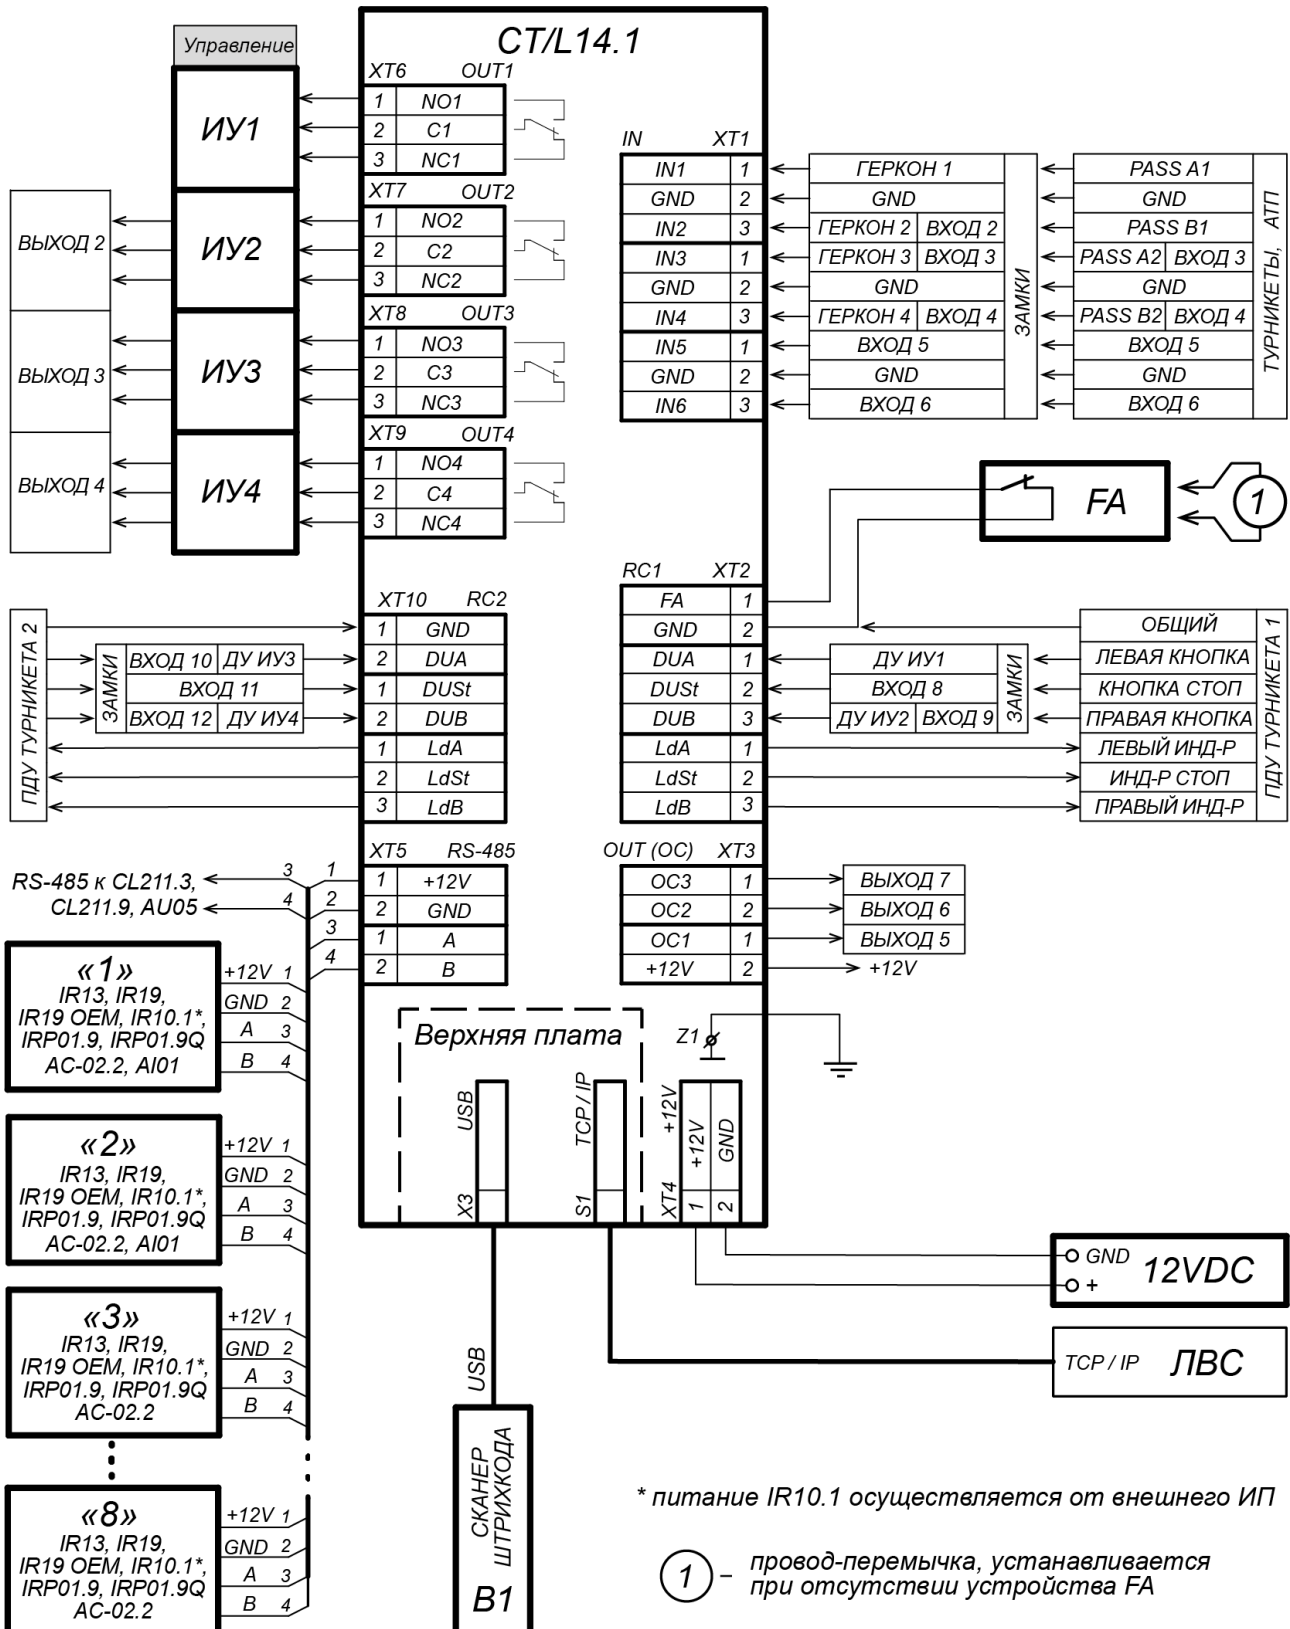

Рисунок 4. Общая схема подключений
Выходы *LdA*, *LdSt*, *LdB* могут использоваться (см. рис. 4):
При подключении к RS-485 руководствуйтесь инструкциями на подключаемые устройства и схемой, представленной на рис. 4. Для подключения линии связи RS-485 к контроллеру применяется кабель типа №2 (см. табл. 3).
Возможны следующие варианты подключения считывателей (см. схему на рис. 4):
Подключение к контроллеру осуществляется согласно схемам, представленным на рис. 4 – 15. Используемые типы кабелей указаны в табл. 3. Расположение клеммных колодок на плате контроллера указано на рис. 1.
7. Установите ИП, подключите кабель от ИП к клеммной колодке **XT4** нижней платы контроллера согласно схеме, представленной на рис. 4.
2. Подключение замка производится к клеммным колодкам **XT6-XT9** нижней платы контроллера в соответствии со схемами подключения (см. рис. 4 – 6).
Аварийная разблокировка (аварийное открытие прохода) исполнительных устройств производится по команде устройства аварийной разблокировки (аварийного открытия прохода) *Fire Alarm*. Устройство *Fire Alarm* подключается к входу контроллера *FA* (контакты *FA* и *GND* клеммной колодки **XT2**, см. рис. 4, 6, 12). При отсутствии устройства *Fire Alarm* на вход должна быть установлена перемычка проводом (установлена при поставке). Параметры для сигнала *FA* указаны в разд. 5.4.2. При подаче управляющего сигнала на вход *FA* контроллер переводится в режим *Fire Alarm*. В этом режиме все подключенные ИУ разблокируются (открываются) для прохода в обоих направлениях. Другие команды управления при этом игнорируются.